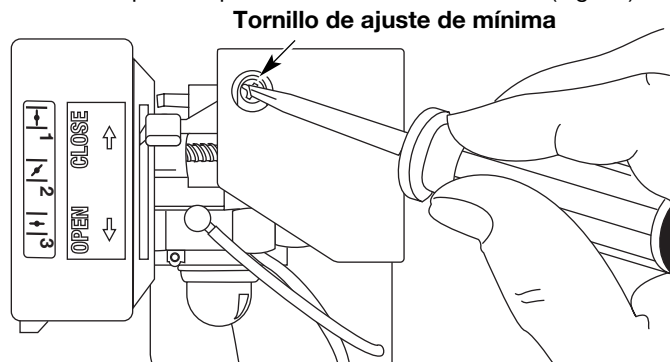

Fig. 26
- NOTA:** Use la botella y la boquilla que guardó del uso inicial para medir la cantidad correcta. El nivel de 90 ml (3,04 onzas) está aproximadamente en la parte superior de la etiqueta de la botella (Fig. 26). Mida el nivel con la varilla de medición. Si el nivel está bajo, agregue una pequeña cantidad de aceite y vuelva a medir (Fig. 25). No lo llene demasiado.
La velocidad mínima del motor puede ser ajustada. Puede tener acceso al tornillo de ajuste de mínima a través de un orificio en la parte superior de la cubierta del motor (Fig. 26).
2. Suelte el gatillo del regulador (☛) y deje que el motor funcione en mínima. Si el motor se para, inserte un destornillador Phillips pequeño en el orificio de la cubierta del motor (Fig. 26).